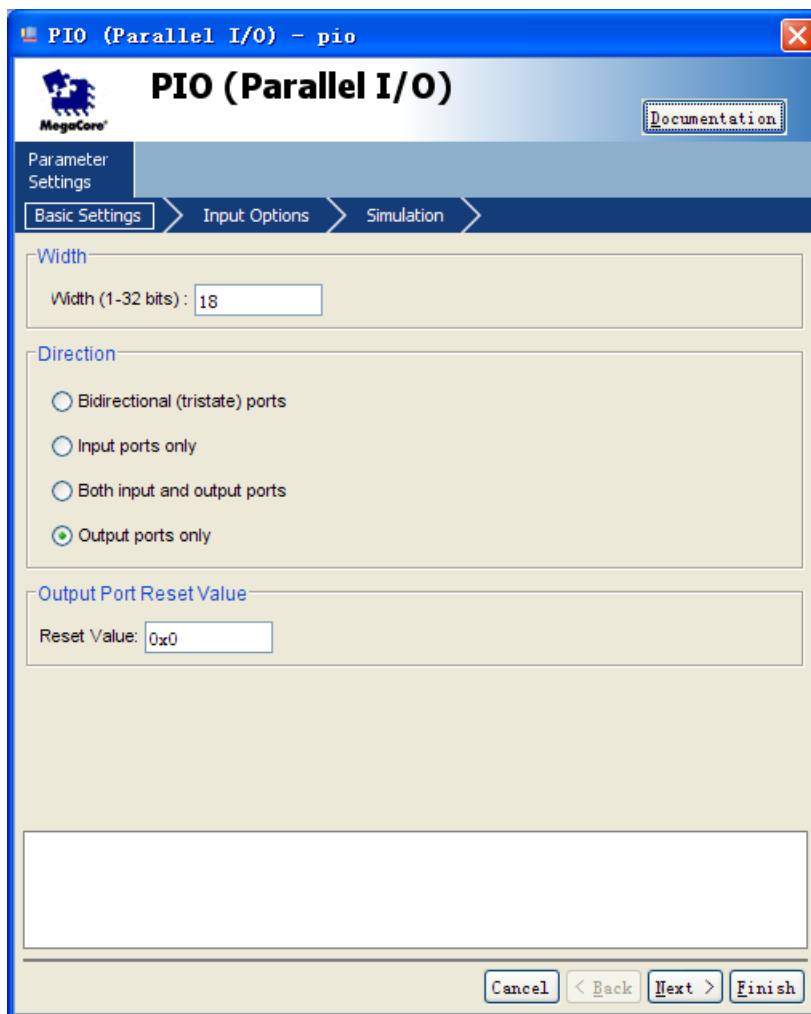

图 8-1 PIO 参数设置
6. 添加串行 I/O，将 Width 改为 18，对应 18 个红色 LED 灯。如图 8-1。